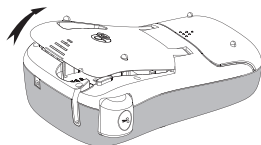

Figura 3
- 1 Esporre il comparto etichette sollevando il coperchio della cartuccia. Vedere Figura 3.